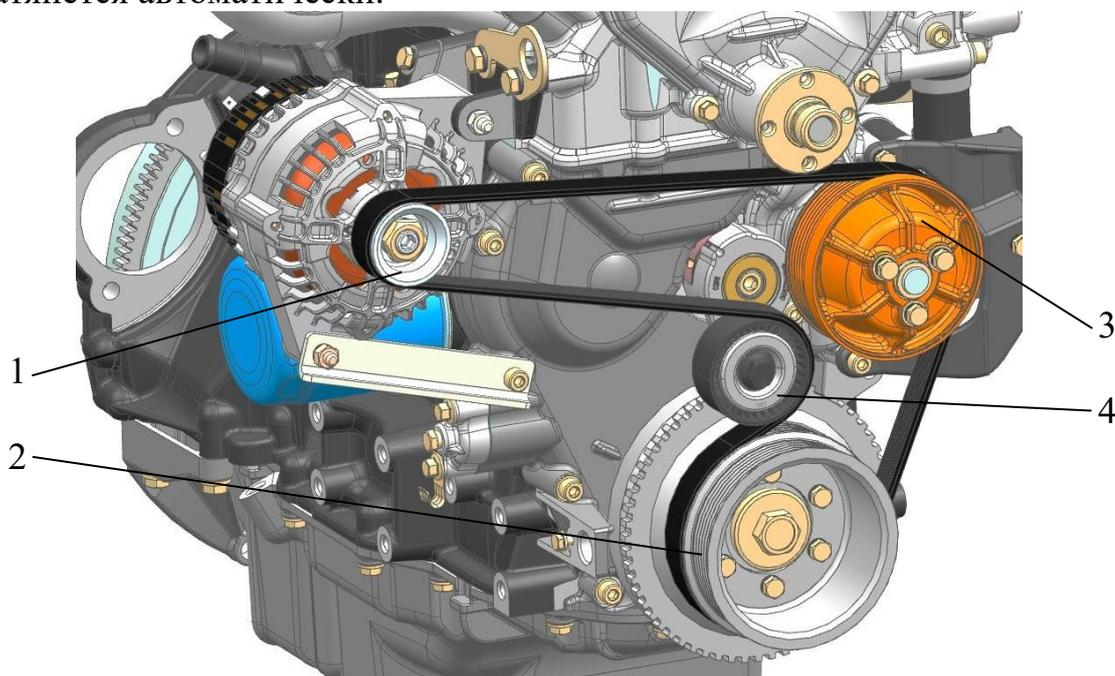

Рис.191. Установка ремня привода водяного насоса:
– установить ремень на шкивы коленчатого вала 2 (рис.191), водяного насоса 3 и генератора 1. Повернуть по часовой стрелке подвижный рычаг механизма с роликом ключом за болт ролика и завести ремень на ролик. Отпустить ролик. Ремень натянется автоматически.